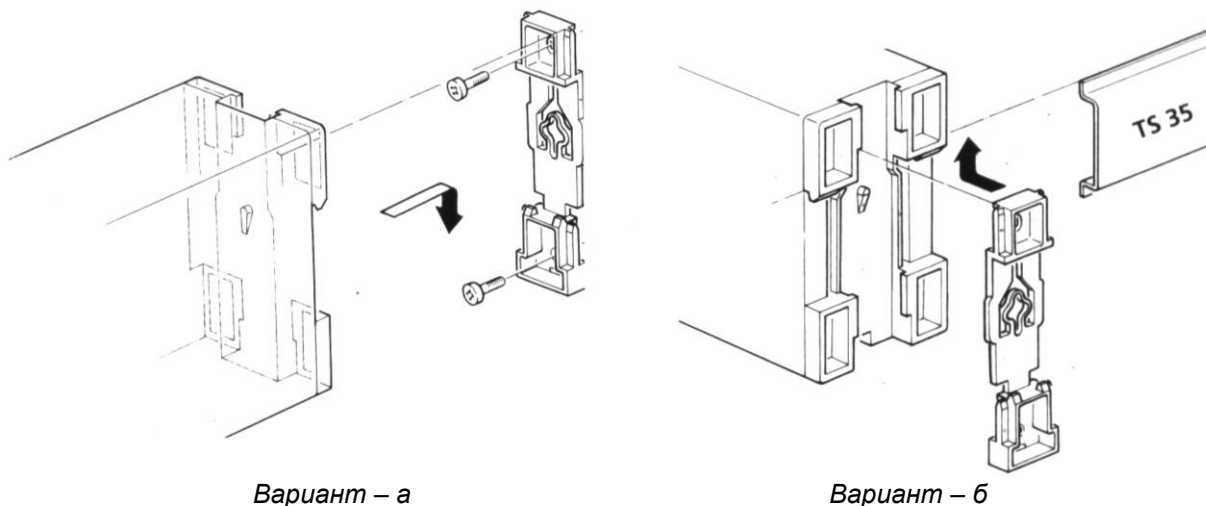

Рисунок 7.1 Схема вариантов крепления блока на щите
7.1 Распакуйте блок. Установите и закрепите блок на рабочем месте путем прикладывания задней стенкой блока к DIN-рельсу по варианту б) или на плоскость по варианту а) рисунок 7.1.